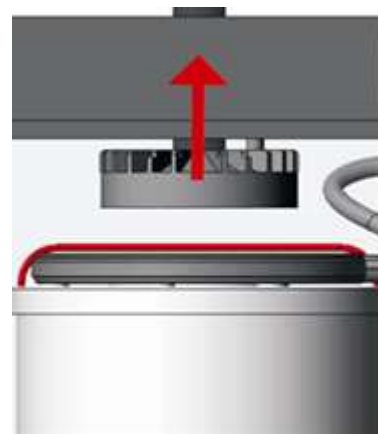

Fig. 29
3. Deslice la brida superior hacia arriba con el tubo relativo (Fig.29).